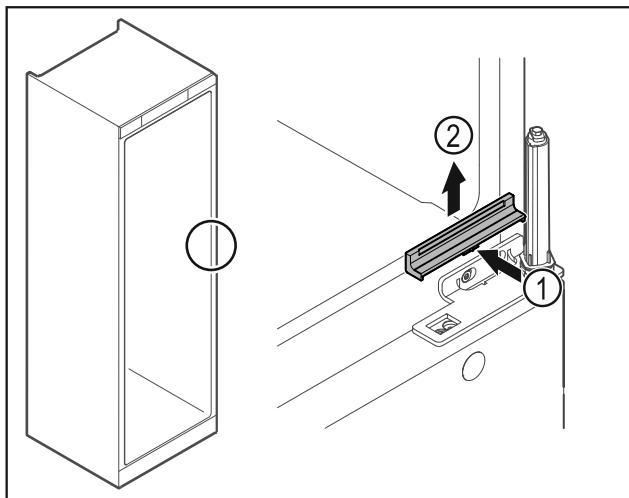

Fig. 31
- Слегка надавите на крышку по центру Fig. 31 (1) и снимите ее движением вверх Fig. 31 (2).